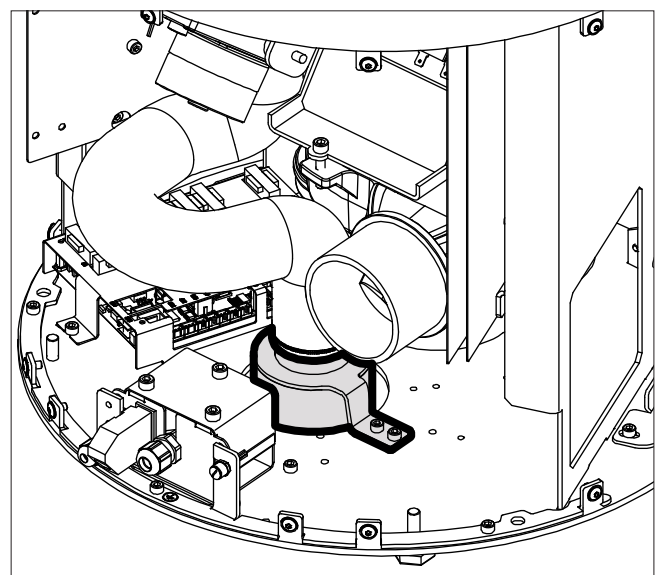

Fig. 4
- Visser le manchon de raccord à l'air de combustion à la plaque du fond (Fig.4).